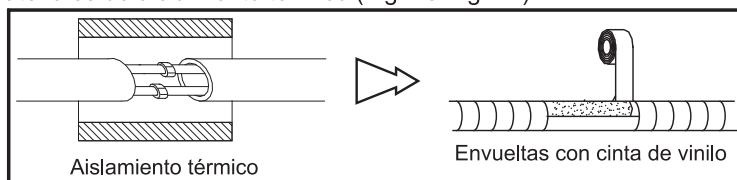
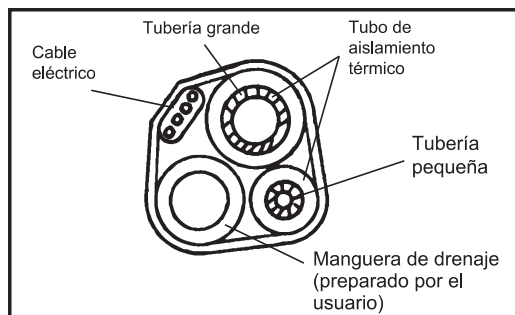

Fig. 15
Fig. 17
- 7) Después de conectar las tuberías según sea necesario, instale la manguera de drenaje. A continuación, conecte los cables eléctricos. Después de conectarlos, envuelva las tuberías, los cables y la manguera de drenaje con materiales de aislamiento térmico (Fig. 15-Fig. 17).